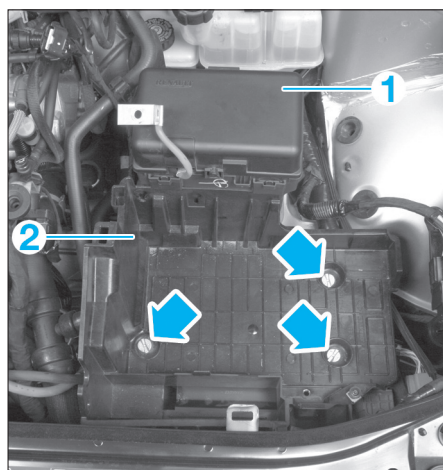

FIG. 1
- Décliper la boîte à fusibles (1) du bac à batterie (2) (fig. 1).